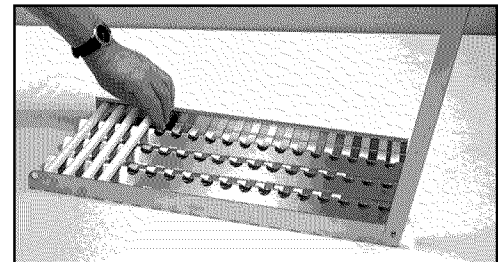

Fig. 39
3. Placez 18 tiges en céramique sur le radiant (Fig. 39).